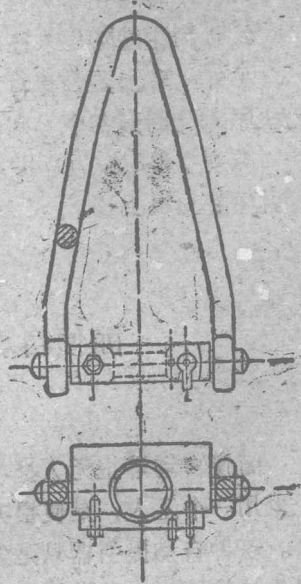

图 8. 提引器
当立轴箱打开时，便把大径接手扭在露出井口的鑽接头上，这时把提升用的提引器（见图8）套在大径接手上，双手同时沿本体①两边齐按，把托卡③按靠在①上（弹簧④压缩），这时卡环②借重，便沿②滑下，把托卡紧紧抱住，由于托卡向内移动10公厘（凸出本体①的内径10公厘），故能牢牢的托住大径接手，这时便可提升。一个立根全部提出井口垫住垫叉后，轻轻放松钢绳，扭卸立根连接部分的丝扣，（用自动拧管机最好），并把立根移到立根箱内撮住，同时再放松钢绳，借提管器自重滑下，由于处在本体①内的大径接手顶住托板⑥便将卡环顶上，这时托卡由于失去卡环的限制呈自由状态，因此便被弹簧推开，在用钢绳把提管器提起200—300公厘，就可以与鑽杆脱开，放下提管器。如此顺
(二) 降下鑽具时操作 (提引器見图 8) :